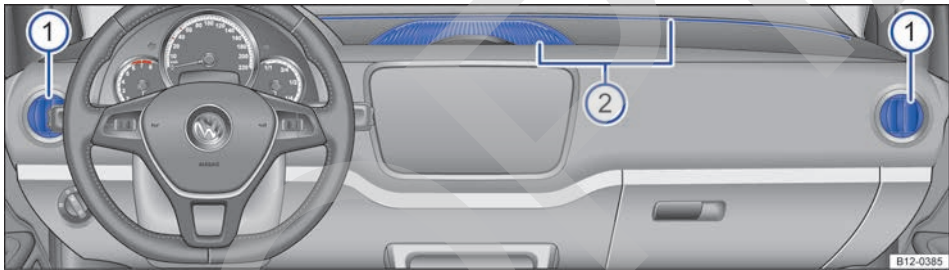

Fig. 80 En el panel de instrumentos: difusores de aire.
Para conseguir una calefacción, una refrigeración y una entrada de aire suficientes en el interior del vehículo, los difusores de aire nunca se deberán cerrar completamente → fig. 80 ①.
- Para abrir los difusores de aire ①, presionar en la parte superior del difusor de aire.
Hay otros difusores de aire, no regulables, se encuentran en el medio del panel de instrumentos → fig. 80 ②, en las áreas de los pies y en la parte trasera del interior del vehículo.